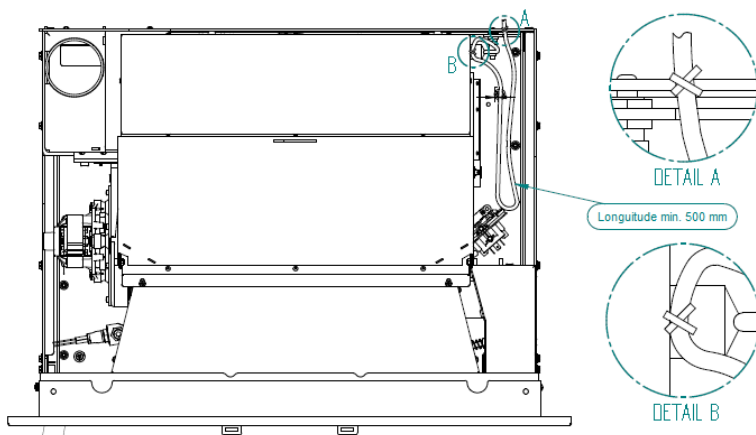

Figura 11 – Ligação elétrica
- Depois de conectar o cabo elétrico na coluna do silo, é necessário prender o cabo na mesma coluna e a base, certificando-se de deixar o comprimento de cabo, suficiente para que o equipamento possa fazer todo o percurso nas calhas (500 mm), sem o cabo estar em tensão ou tocar nas partes quentes, Figura 11.